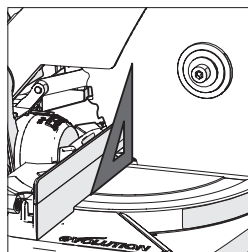

Fig. 9
- Plaats de hoeklineaal op de tafel met een van de korte hoeken tegen de tafel aan, en de andere korte hoek tegen het blad aan (vermijd de TCT tips van de zaagtanden). (Fig. 9)